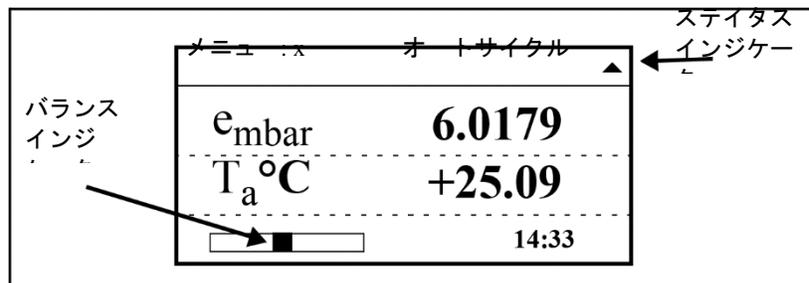

図 22 : OptiSonde ディスプレイのバランスとステータスインジケータ
- バランスインジケータ（以下の図 22 参照）は、鏡面の受光検知器が受光する量をグラフィック表示します。また露点層の厚さのインジケータでもあります。このインジケータはデジタルの数表示で増減を示します。